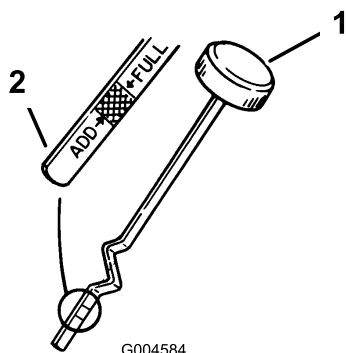

Bild 19
9. Schrauben Sie den Ölpeilstab los und wischen Sie das Metallende ab (Bild 19).